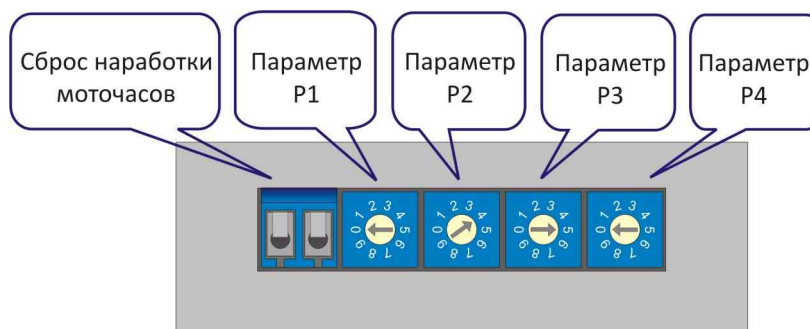

Рис.5.3. Переключатели параметров и сброс периода ТО генератора
5.3.6 Индикация периода техобслуживания генераторной установки осуществляется светодиодом  $\times$ . Светодиод погашен, если время работы генераторной установки после техобслуживания меньше порога предупреждения (80 ч). В случае достижения данного порога происходит кратковременное мигание светодиода  $\times$ . В случае достижения порога тревоги (100 ч) происходит частое равномерное мигание светодиодов  $\times$  и  $\text{A}$ . Оба предупреждения сопровождаются прерывистым звуковым сигналом. Сброс периода техобслуживания генераторной установки производится замыканием контактов «Сброс наработки моточасов» (рис. 5.3).
5.6.1 Переключатели параметров (рис. 5.3) позволяют выполнить настройку четырёх параметров контроллера, которые представлены в таблице 5.2. Соответствие положения переключателя значению параметра представлены в таблицах 5.3–5.6.